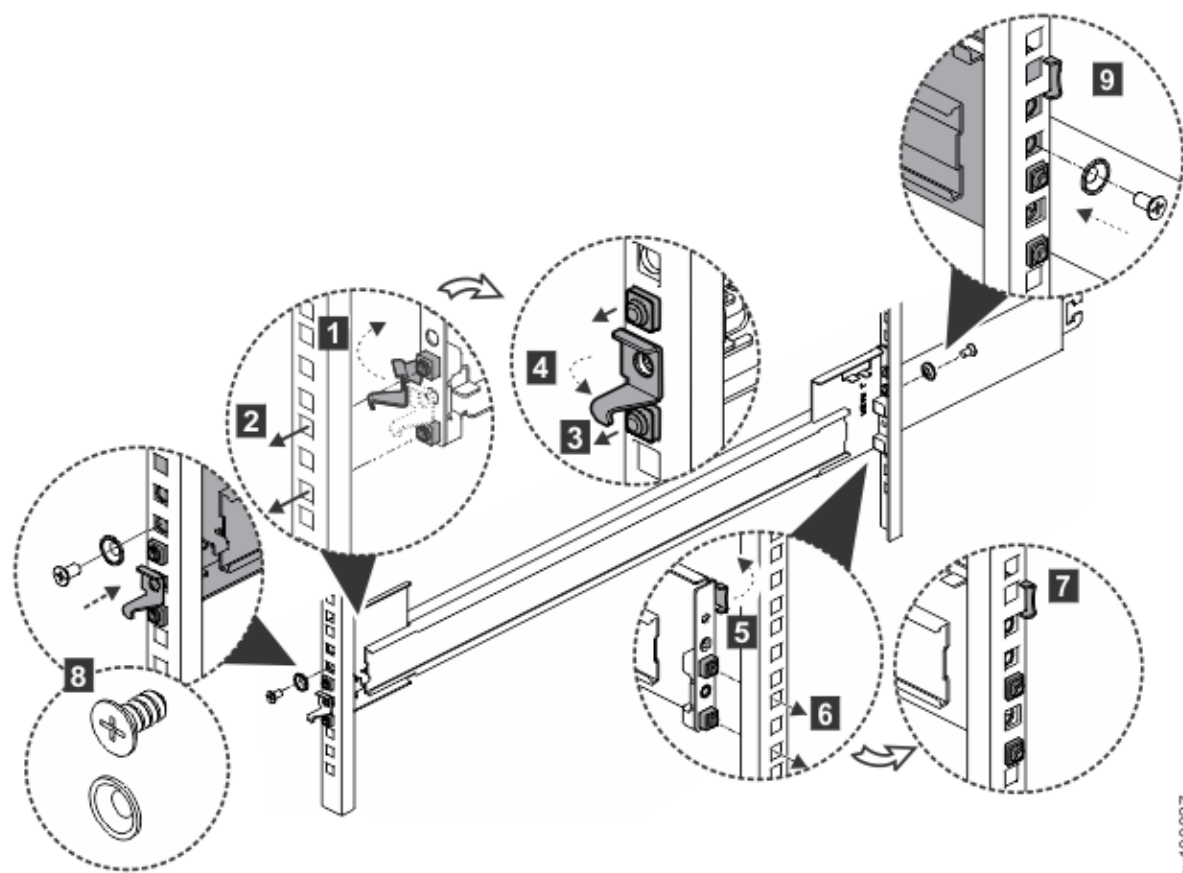

Figura 24. Instale o conjunto de suportes no quadro
7. Instale a seção externa do trilho no quadro traseiro, conforme mostrado em Figura 24 na página 22.
- b) Encaixe o suporte traseiro no lugar no quadro traseiro (6).
- c) Feche o gancho da trava traseira (7).
8. Usando um parafuso M5 x 10 mm e uma arruela M5, ancore o suporte frontal no quadro frontal (8).
9. Usando um parafuso M5 x 10 mm e arruela M5, ancore o suporte traseiro ao quadro traseiro (9).